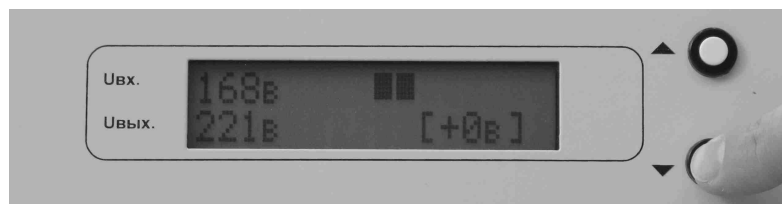

Рис. 2
1. Нажать и удерживать кнопку “ВНИЗ” (4 сек.) до появления на ЖК индикаторе, в нижней строке справа, числа в скобках [ +0в], отображающее корректирующую величину среднего выходного напряжения (Рис.2).